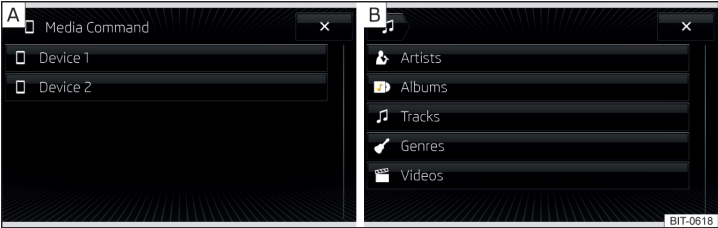

Fig. 174 Seleccionar fuente / Seleccionar categoría
- Para **seleccionar la fuente de reproducción**, pulsar en el menú principal la superficie funcional [F] y seleccionar la tableta fuente » fig. 174 - A.
- Para la **reproducción**, seleccionar la categoría » fig. 174 - B y luego seleccionar el título.